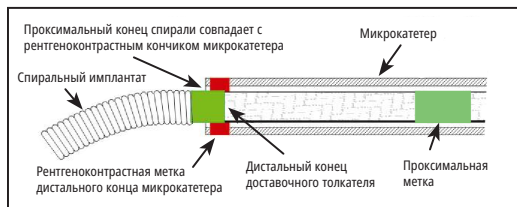

Рис. 4. Расположение кольцевых меток для отсоединения
28. Продвигайте спираль в нужное место до тех пор, пока рентгеноконтрастная метка на доставочном толкателе не совпадет с рентгеноконтрастной меткой дистального конца микрокатетера или не окажется немногом дистальнее ее, причем зона отсоединения должна быть расположена непосредственно за кончиком микрокатетера. См. рис. 4.